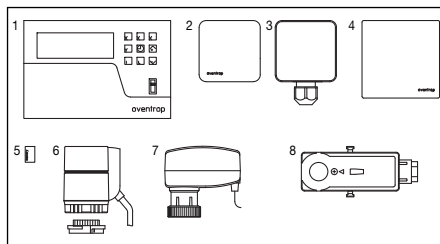

Fig. 5.2 Set di regolazione della temperatura di mandata (opzionale)
Il posizionamento del relativo piattello valvola sulla valvola a tre vie è comandato dal servomotore elettrotermico 24 V (0-10V) contenuto nel set di regolazione della temperatura di mandata (Codice 115 20 20 Fig. 5.2) per il riscaldamento e il raffreddamento, in funzione delle condizioni meteorologiche (si veda anche il paragrafo 8 Accessori). Il servomotore riceve i segnali da un centralina climatica riscaldamento/raffreddamento. Per evitare una posizione di montaggio verticale verso il basso, il servomotore viene montato sulla valvola a tre vie tramite un adattatore angolare.
Eseguire l'installazione dei componenti contenuti nel set di regolazione della temperatura di mandata (vedi Fig. 5.2 e paragrafo 8 accessori) secondo le rispettive istruzioni di montaggio.
- Set di regolazione della temperatura di mandata 115 20 20 (vedi Fig. 5.2).